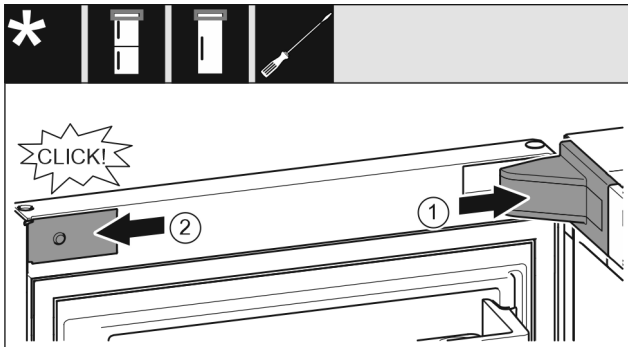

Fig. 22
- ▶ Uždėkite atraminės gembės dengiamąją plokštelę Fig. 22 (1) ir užfiksuokite, pririekus atsargiai išspauskite.
- ▶ Uždėkite ir užfiksuokite apdailos skydelį Fig. 22 (2) šone.